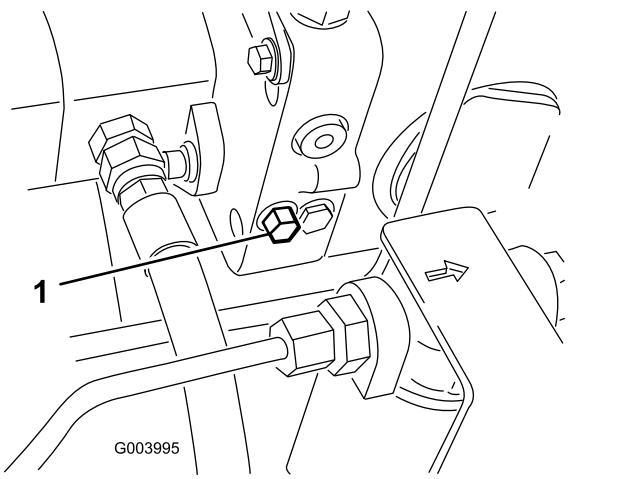

Figura 37
1. La valvola di bypass è situata sul lato sinistro dell'idrostato (Figura 37). Fate ruotare di un giro e mezzo il bullone per aprire e lasciare bypassare l'olio all'interno. Dal momento che il fluido viene bypassato, potete spostare lentamente la macchina senza danneggiare la trasmissione.